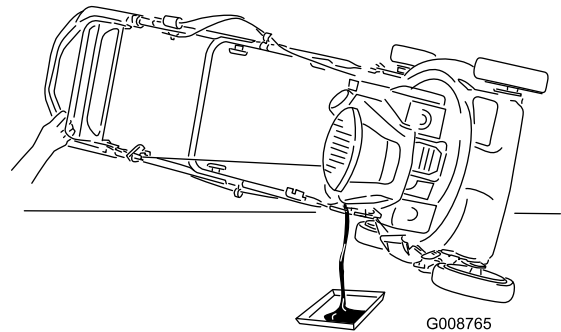

Bild 38
7. Kippen Sie die Maschine zur Seite, der Einfüllstutzen zeigt nach unten, um das Altöl über den Einfüllstutzen in eine Auffangwanne abzulassen (Bild 38).